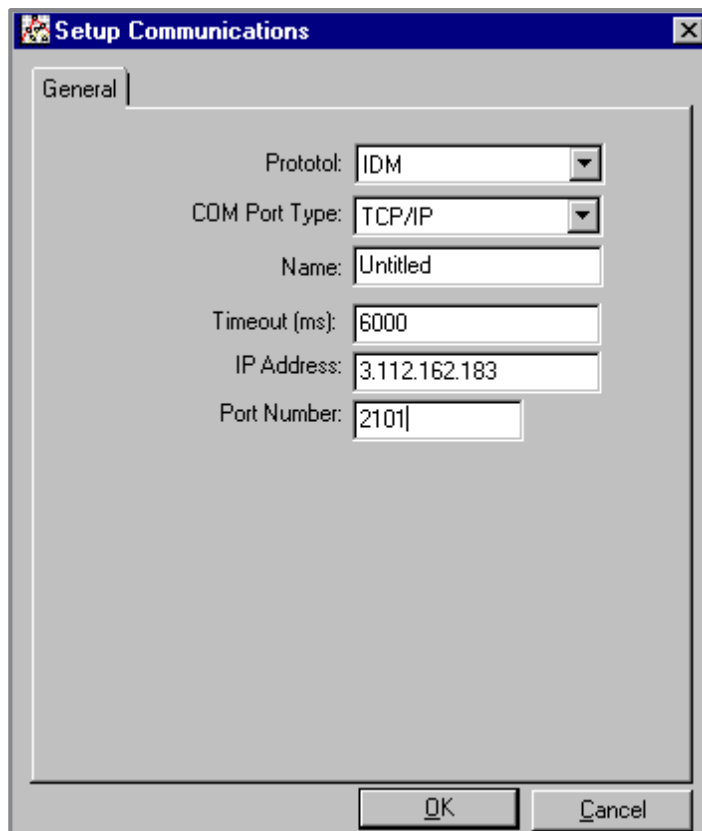

Рисунок 22: Настройка связи для TCP/IP
4. Откроется окно «*New IDM Meter*» (Новый измерительный прибор IDM) (показано на рис. 22). Введите номер идентификатора сети («*Network ID*») для измерительного прибора и щелкните [OK].